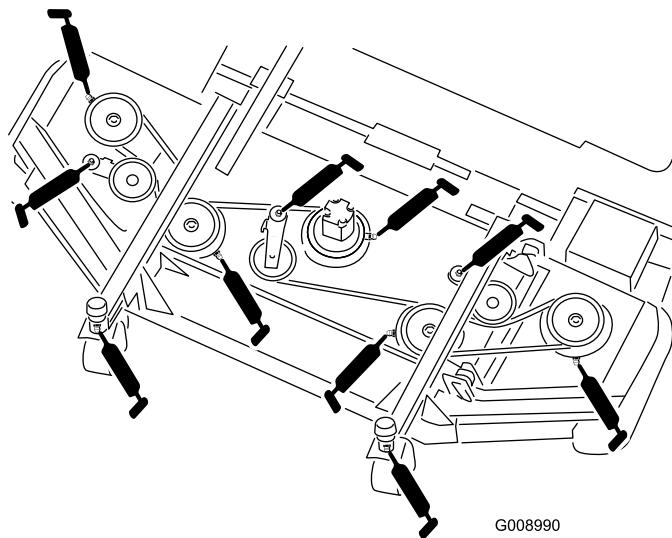

Figura 53
- Casquillos (2) del eje de la horquilla de las ruedas giratorias (Figura 53)
- Cojinetes del eje de la cuchilla (5) (situados en el alojamiento del eje)(Figura 53)
- Casquillos de los pivotes de los brazos tensores (3) (situados en el eje pivotante de cada brazo tensor) (Figura 53)